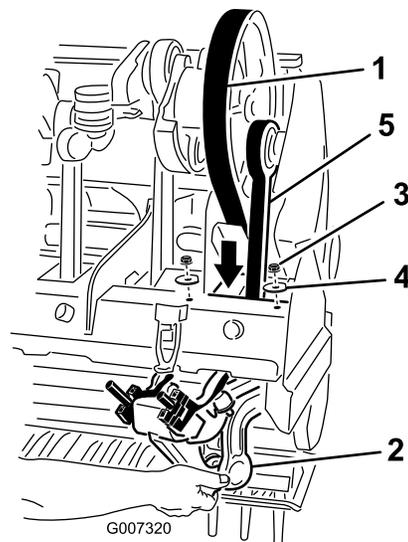

Bild 38
- Lösen und nehmen Sie die zwei Sicherungsmuttern und Scheiben ab, mit denen der RotaLink-Stoßdämpfer für den Stampfarm Nr. 1 befestigt ist (Bild 38).
- Verlegen Sie den Treibriemen nach unten durch den Aerifizierkopfrahmen und um das untere Ende des Stampfarms Nr. 1 (Bild 38) herum.